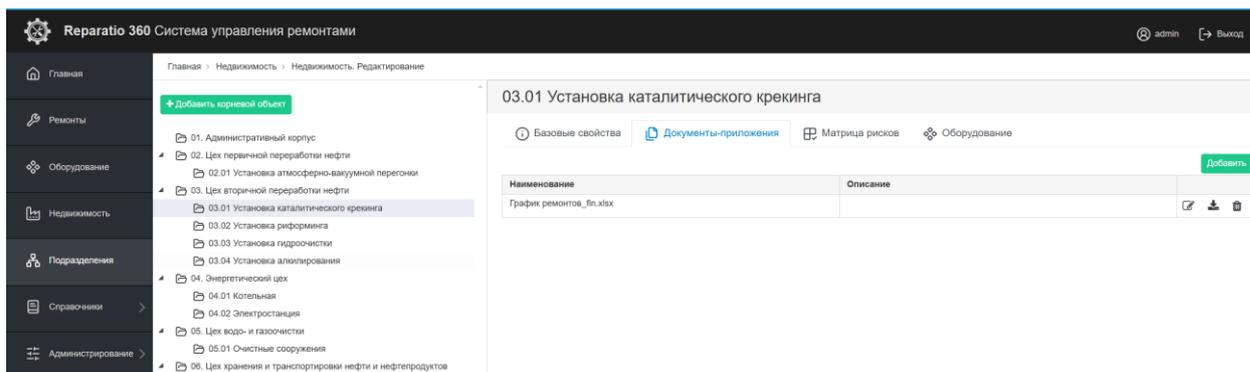

Рисунок 32. «Недвижимость. Документы-приложения»
- ❑ **Документы-приложения**, которые пользователь сочтет необходимым добавить в систему (см. рисунок 32).